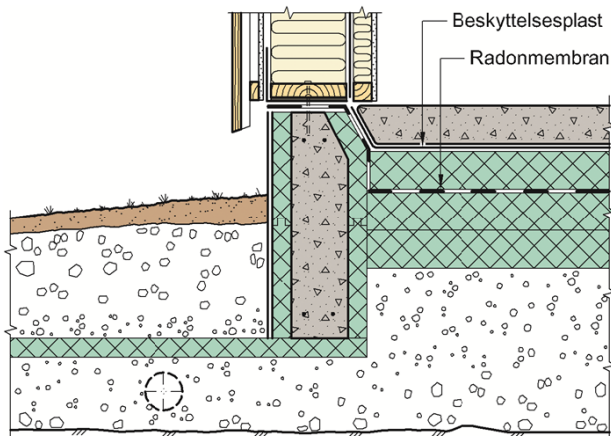

Fig. 3
*Plassering i bruksgruppe B (fig. 3 og 4)*